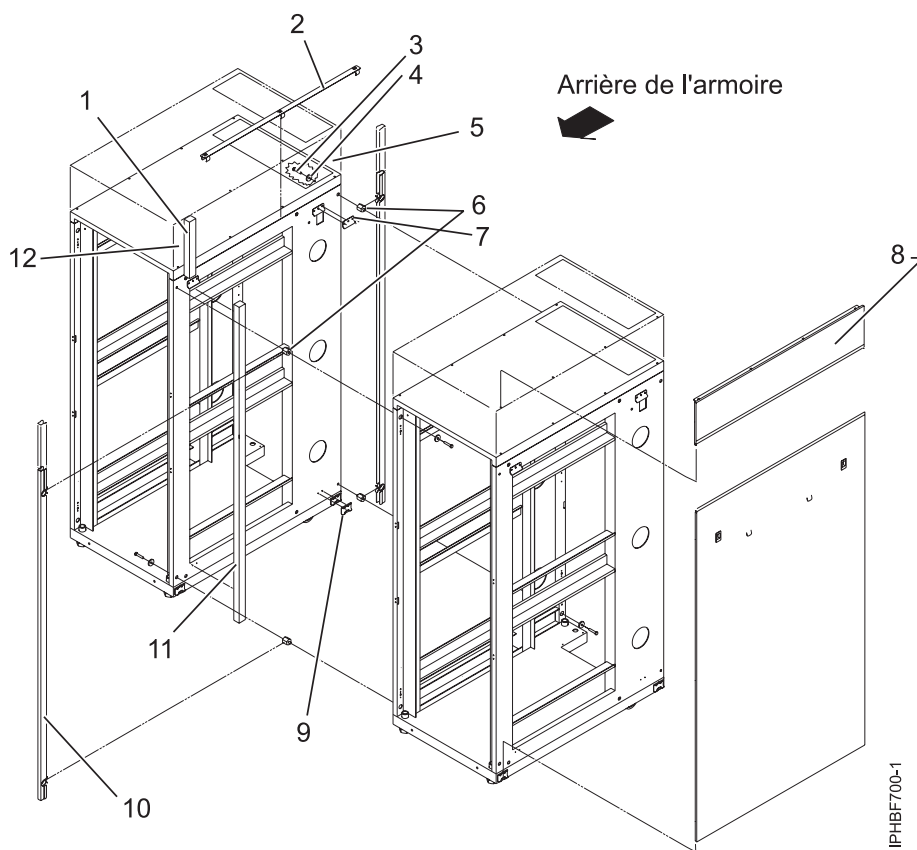

Figure 14. Retrait des panneaux latéraux et des pattes Z et J, mise en place des vis de butée et de la longue bande de mousse pour relier plusieurs armoires
4. Installez les deux premières vis de butée dans les angles supérieur gauche et inférieur droit de la première armoire (voir figure 14).
5. Installez les deux autres vis de butée dans les angles supérieur gauche et inférieur droit de la deuxième armoire (voir figure 14).
6. Fixez la mousse comme illustré sur la figure 14. Sur les modèles d'armoire T42, placez la bande courte de mousse protectrice dans le prolongement de la bande longue et placez l'ensemble sur la longueur du cadre de l'armoire.